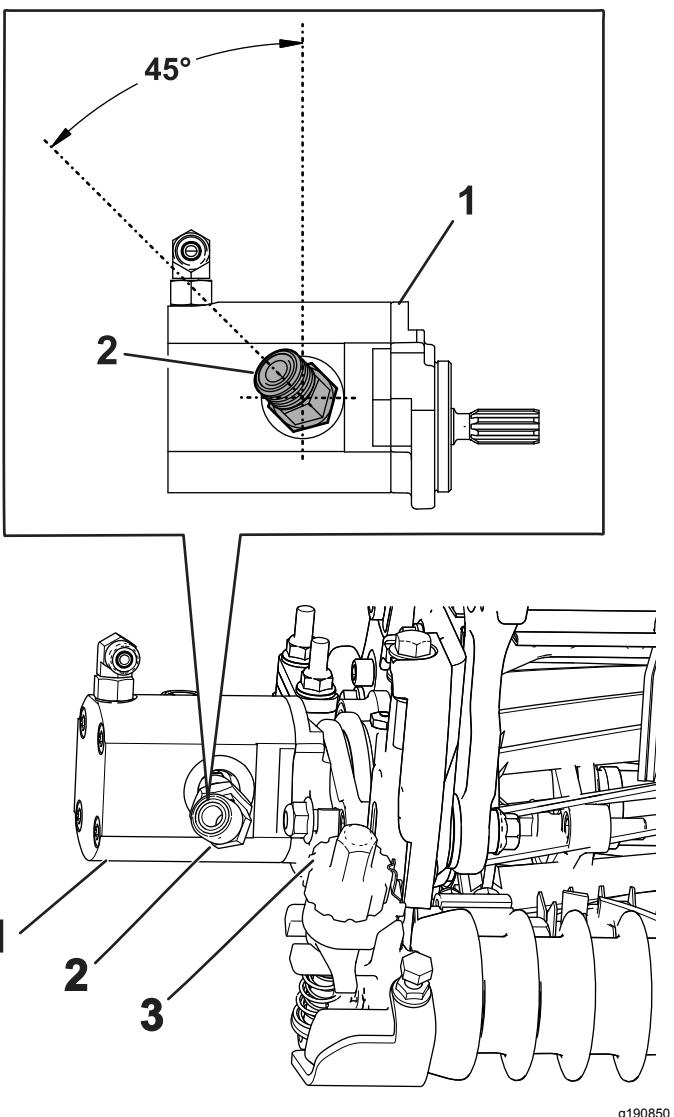

Figura 20
- Instale el nuevo acoplamiento de 45°, colocándolo con el ángulo en el acoplamiento, tal y como se muestra en Figura 20. Apriete el acoplamiento a entre 47 y 58 N·m.